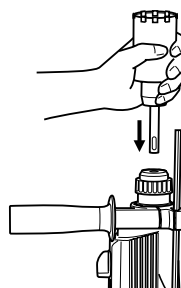
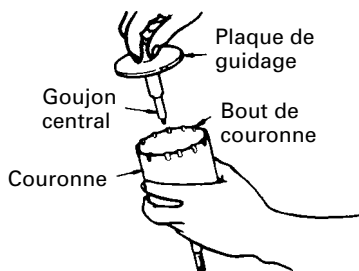

Fig. 15
Fig. 16
- (2) Monter la queue de couronne sur le marteau rotatif à percussion. (Fig. 15)
- (3) Introduire le goujon central dans la plaque de guidage jusqu'à ce qu'il arrête.
- (4) Engager la plaque de guidage dans la couronne et tourner la plaque de guidage à gauche ou à droite de manière à ce qu'elle ne puisse pas tomber, même si elle est orientée vers le bas. (Fig. 16)